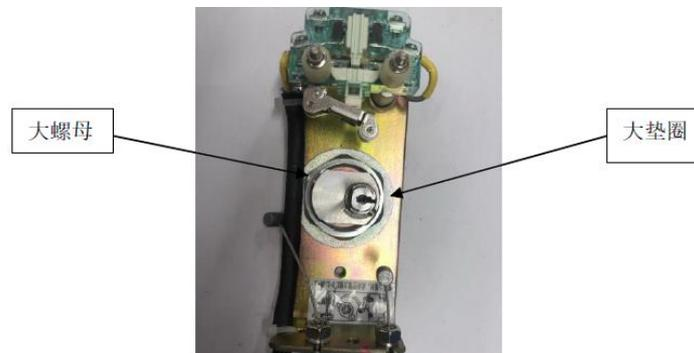

图 4
- 3、将大垫圈鼓起面朝向大螺母放入，用六角扭矩大扳手以 20N.m 的力矩拧紧大螺母，然后涂打防松标记，如图 4 所示（此图表示锁在未打开时的整体状态）；